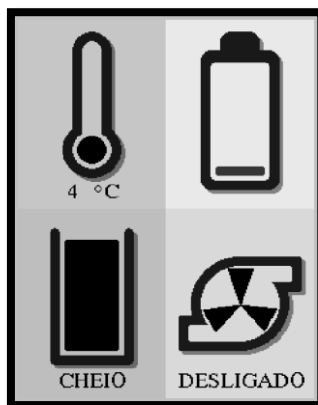

Figura 6 - Alarme - Nível baixo da bateria
2. Nível baixo da bateria (Figura 6).